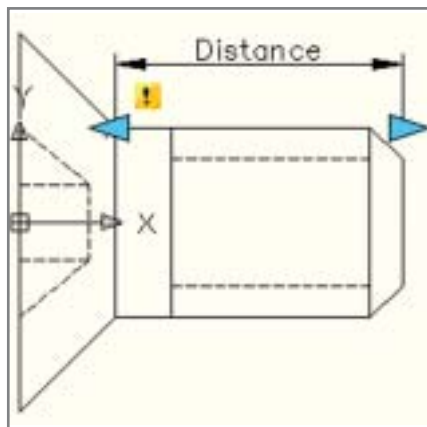

Рис. 32. Результат применения параметра **Linear**
2. Выбираем параметр для применения к блоку. При этом важно понимать, какие действия можно предпринимать к этому параметру в дальнейшем. В рамках журнальной статьи невозможно описать все комбинации действий, доступных для того или иного параметра. Подробная информация приведена в *Справке по AutoCAD 2006*. В нашем случае мы планируем действие растяжения (*Stretch*) в горизонтальном направлении. Для этого подходит параметр *Linear (Линейный размер)*, применение которого аналогично простановке обычного линейного размера в AutoCAD (рис. 32).